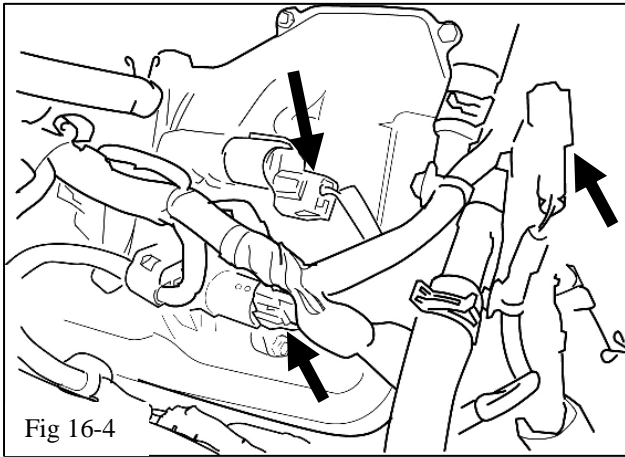

Fig 16-4
- (d) Unplug the 2 VVT sensors and the front air injection connector (Fig 16-4).